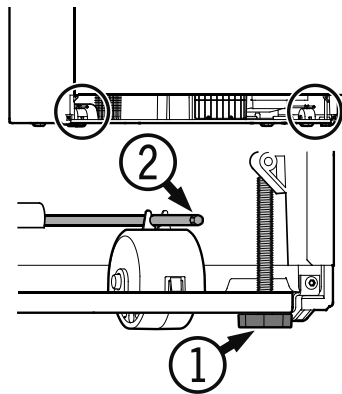

Figure 17
Mise à niveau de l'appareil - Figure 17
Afin d'éviter que l'appareil ne bascule vers l'avant, les pieds réglables (1) (Figure 17) doivent être en contact avec le sol.